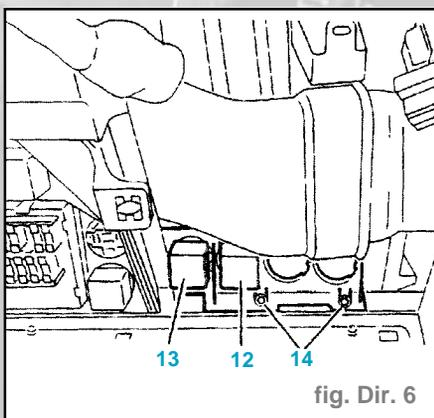

fig. Dir. 6
- les connecteurs (5), (6),
- les connecteurs (1), (8), (9).
- Déposer : (fig. Dir. 6)
- les relais (12), (13),
- les vis (14).